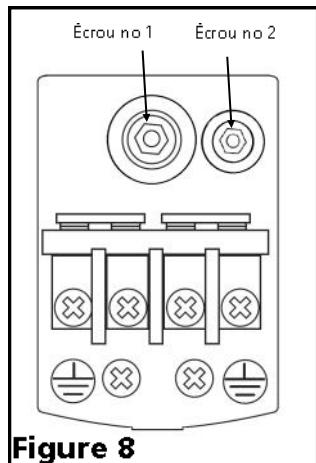

Figure 8
1. Le commutateur à pression est prérglé en usine à 1,4/2,8 bar (20/40 lb/po²) (Figure 8).